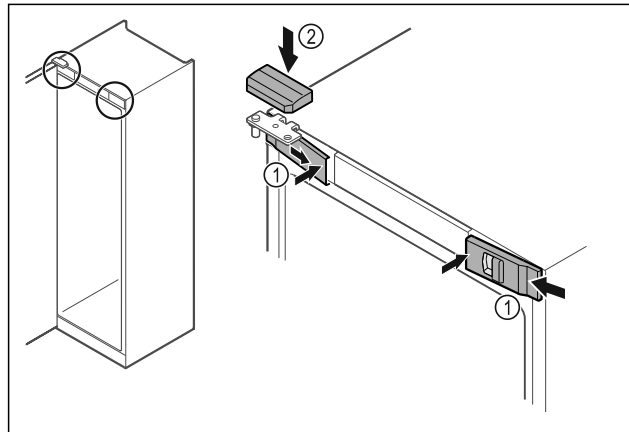

Fig. 48
- ▶ Bočno zakvačite prednje poklopce Fig. 48 (1) i uglavite ih iznutra.
- ▶ Uglavite gornji poklopac Fig. 48 (2) odozgo.